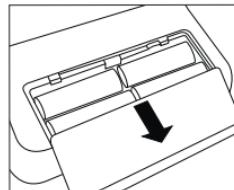

Fig. 1
- Aprire il coperchio del vano porta batterie posto sulla parte inferiore dell'apparecchio (vedi fig. 1). Inserire le batterie (vedi capitolo 13 Dati tecnici) prestando attenzione alla polarità („+“ e „-“). Richiudere il coperchio del vano porta batterie. **12 h** o **24 h** lampeggia sul display. Impostare quindi la data e l'ora, come descritto di seguito.